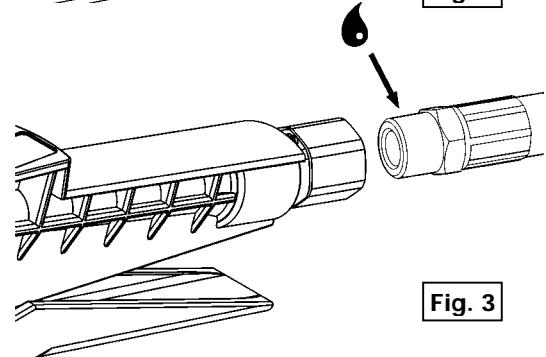

Fig. 3
- Connect the control valve inlet swivel to the fluid supply hose **using sealer** (see fig. 3).
- Conectar la rótula de entrada de la pistola de control a la manguera de suministro de fluido, **usando sellador** (ver Fig. 3).
- Brancher la rotule d'entrée de la poignée de distribution au flexible de distribution de fluide et serrer le tout à l'aide **d'une pâte d'étanchéité** (voir Fig. 3).
- Am Gelenk den Zufuhrschorlach für die Flüssigkeiten anbringen, mit **Dichtungsmasse** abdichten (Bild 3).